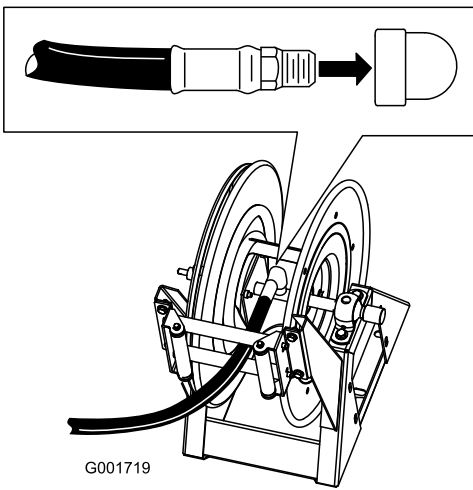

Figure 56
1. Enroulez du ruban Téfalon autour du filetage du raccord du long flexible et montez le raccord sans le tube de raccordement sur le dévidoir (Figure 56).